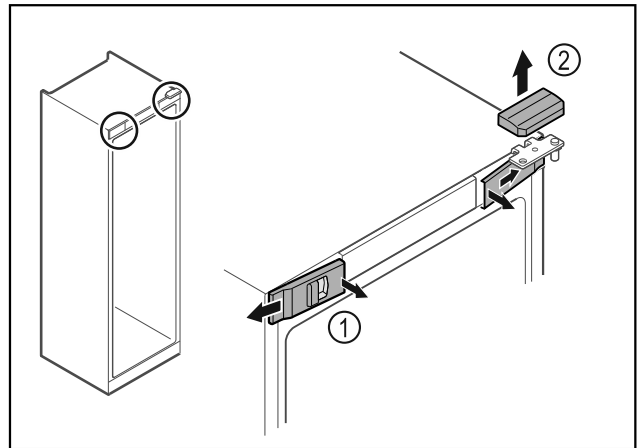

Fig. 15
- ▶ 从内侧松开前盖板 Fig. 15 (1)并移到一旁。
- ▶ 朝上取下上盖板 Fig. 15 (2)。